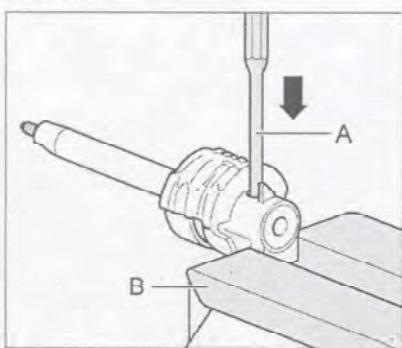

Рис. 7.256. Зажмите вал в тисках с защитными накладками (B) и выбейте штифт из цилиндра с помощью выколотки (A).
1. Зажмите вал в тисках с защитными накладками (B) и выбейте штифт из цилиндра с помощью выколотки (A) (рис. 7.256).